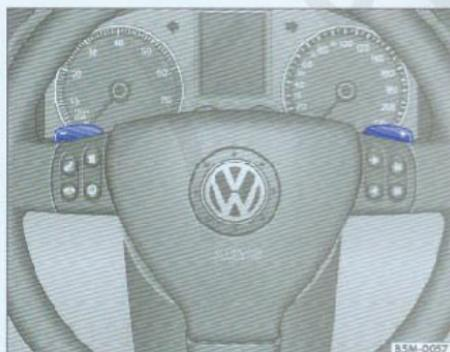

图99 自动变速箱匹配的多功能方向盘
- 按压方向盘右侧开关 **[+]** ⇒ 图99可升高挡位。